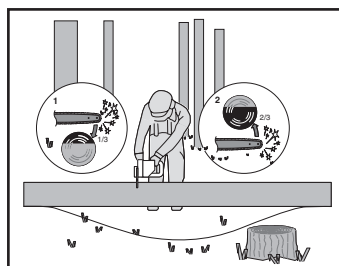

Figure 6
Lorsque le rondin est soutenu aux deux bouts, comme le démontre la figure 6, coupez un tiers du diamètre par le dessus (en tronçonnant par-dessus) (1). Effectuez ensuite la coupe
Lorsque le rondin est soutenu aux deux bouts, comme illustré à la figure 6, coupez un tiers du diamètre de la coupe de tronçonnage par-dessus (1). Effectuez ensuite la coupe de finition en tronçonnant par-dessous (2) les deux tiers inférieurs pour rencontrer la première coupe